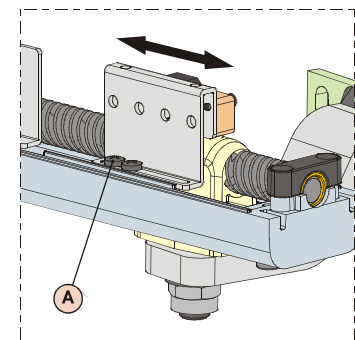

Fig. 24
- 3) Afloje los tornillos de fijación del final de carrera que se ha de regular, Fig.24 ref.A.